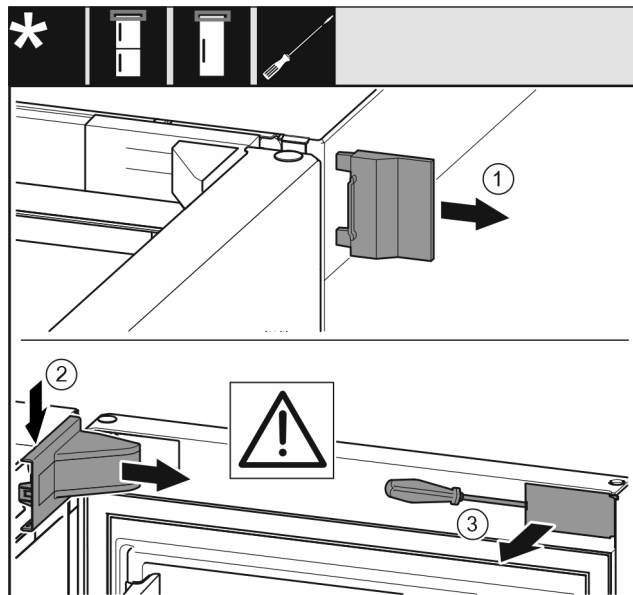

Fig. 6
- ▶ Tag den udvendige afdækning af Fig. 6 (1)
- ▶ Klik hængselkonsollens afdækning ud, og løs den. Tag hængselkonsollens afdækning af Fig. 6 (2)
- ▶ Løsn blindpladen med en flad skruetrækker, og drej den til side. Fig. 6 (3)